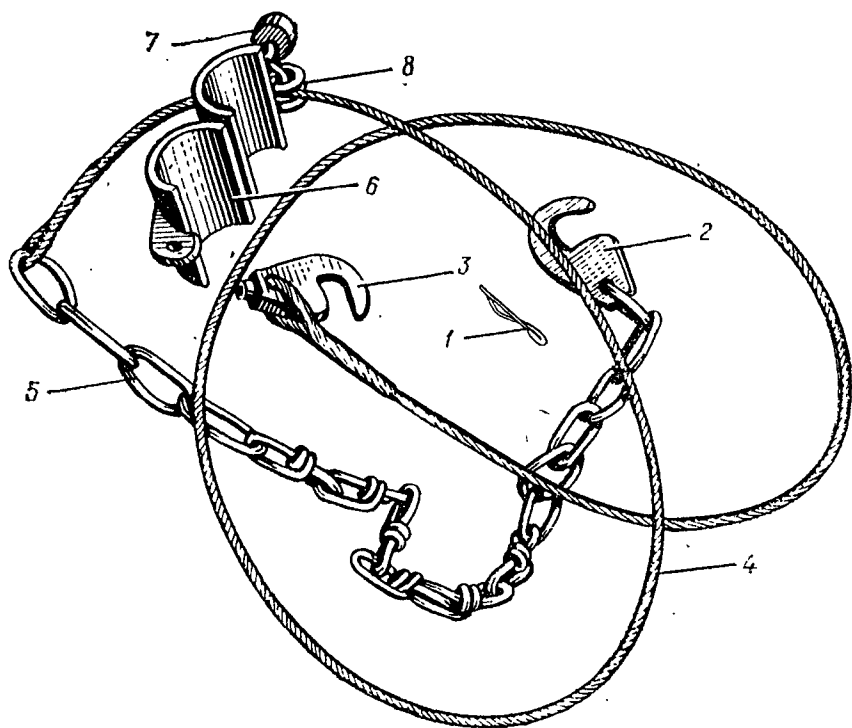

Рис. 5.2. Приспособление для крепления амортистойки в наклонном положении:
7. Создайте давление в гидросистеме и частично уберите амортистойку до положения 45°. Для фиксации амортистойки в этом положении наденьте хомут 6 (рис. 5.2) приспособления на поперечную трубу механизма управления большими створками, охватите цилиндр амортистойки цепью 5 и зафиксируйте карабином 2. Застегните карабин 3 троса 3а соответствующее звено цепи.